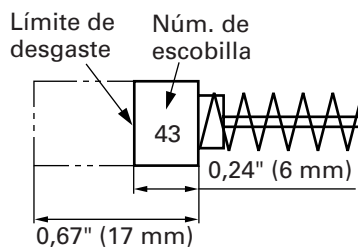

Fig. 23
## 4. Inspeccionar los escobillas de carbón (Fig. 23)
**NOTA:** Utilice las escobillas HITACHI Núm. 43 indicadas en la Fig. 23.